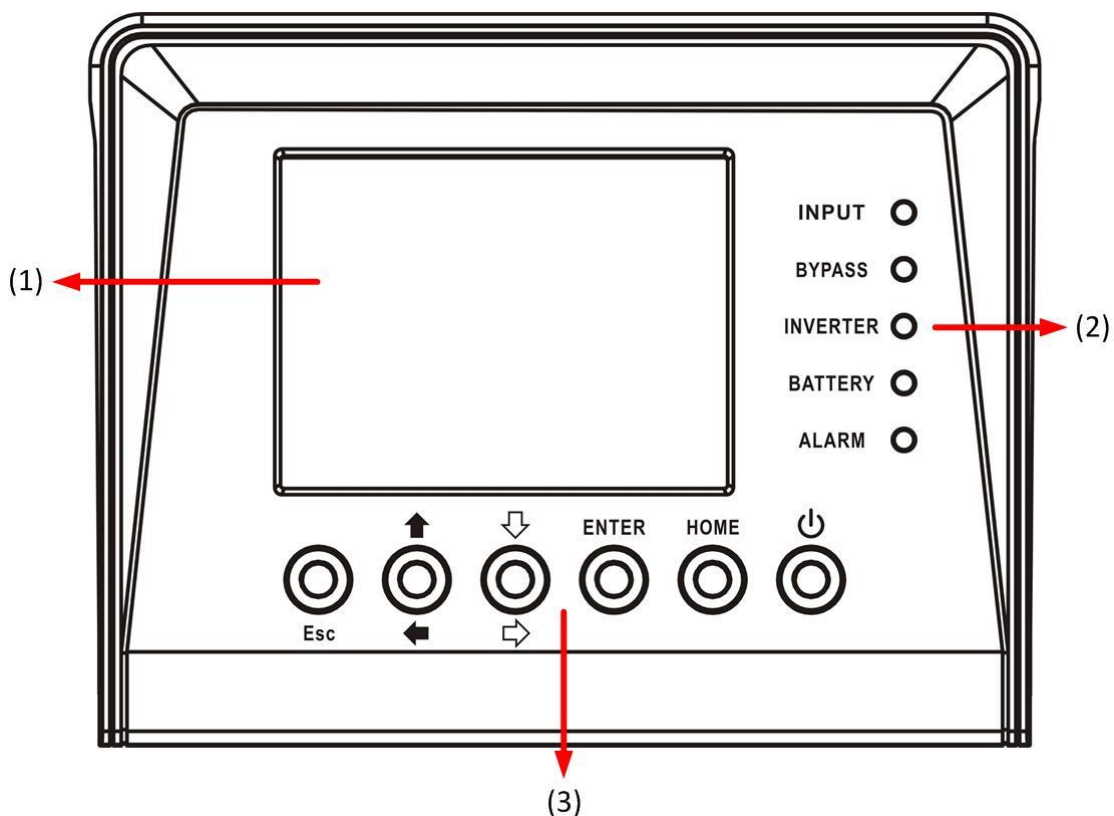

图4-1 控制面板各组件
(1) 液晶显示屏幕、(2) LED 指示灯、(3) 控制键、(4) 警音 (如图 4-1 所示)。